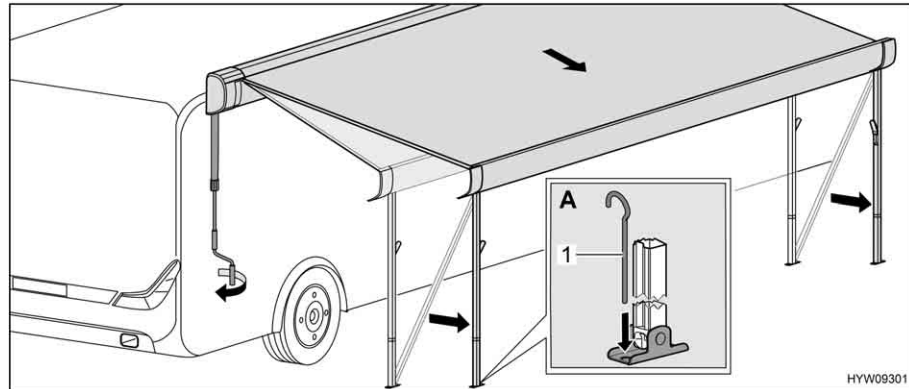

Fig. 46 Collocazione della tenda nella posizione finale
- Servendosi di puntelli (Fig. 46,1), fissare a terra i montanti di supporto (Fig. 46,A).